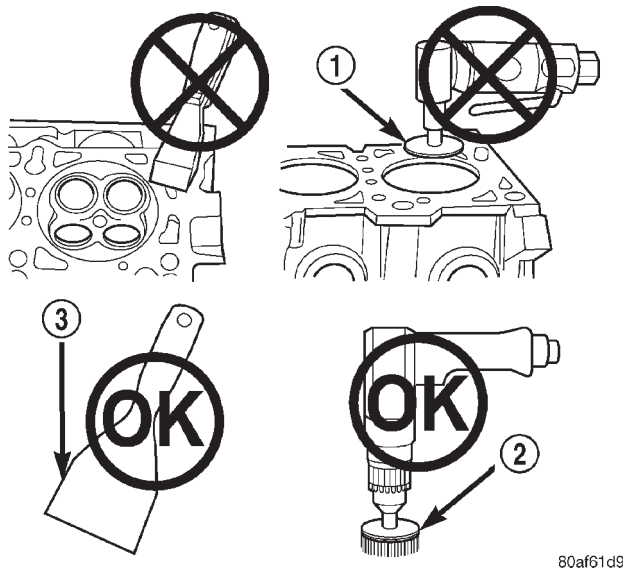

Abb. 15 Verwendung des passenden Werkzeugs zur Oberflächenvorbereitung
- Hochgeschwindigkeits-Schleifmaschine oder Drahtbürste. (Abb. 15)
- Kunststoff- oder Holzschaber; (Abb. 15)
- Bohrmaschine mit Roloc™-Schleifscheibe von 3M (weiß oder gelb). (Abb. 15)